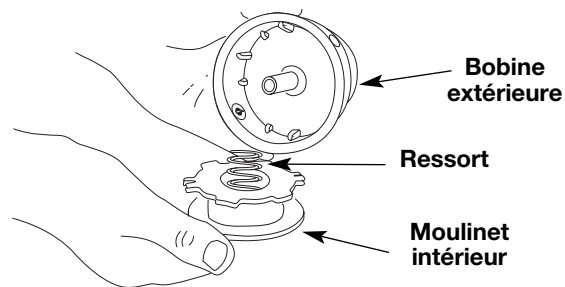

Fig. 17
2. Retirez le moulinet intérieur de la bobine extérieure (Fig. 17).
3. Retirez le ressort du moulinet (Fig. 17).
- Retirez l'ancien moulinet intérieur de la bobine extérieure (Fig. 17).
- Retirez le ressort de l'ancien moulinet intérieur (Fig. 17).